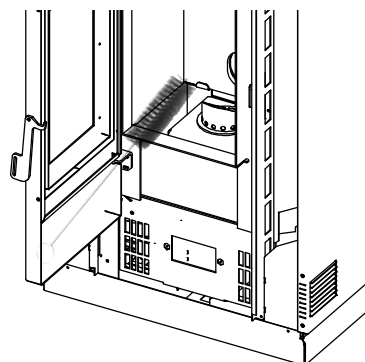

Fig. 34
- Pulire aspirando la cenere che si è accumulata all'interno (vedere Fig. 34).